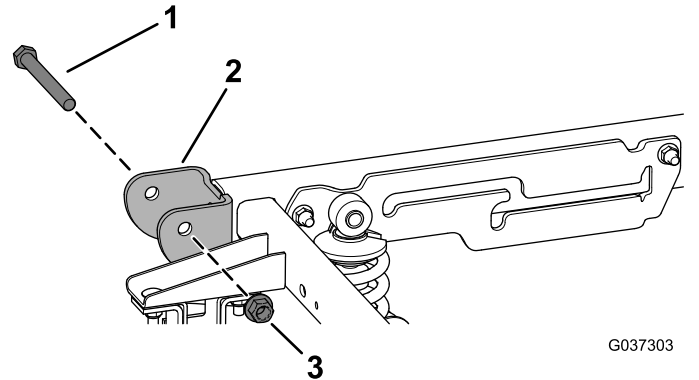

Figura 4
5. Rimuovete i 2 bulloni orientabili (1/2" x 4-1/2") e i 2 dadi di bloccaggio (1/2") dalla staffa orientabile situata sulla parte posteriore della macchina (Figura 4).